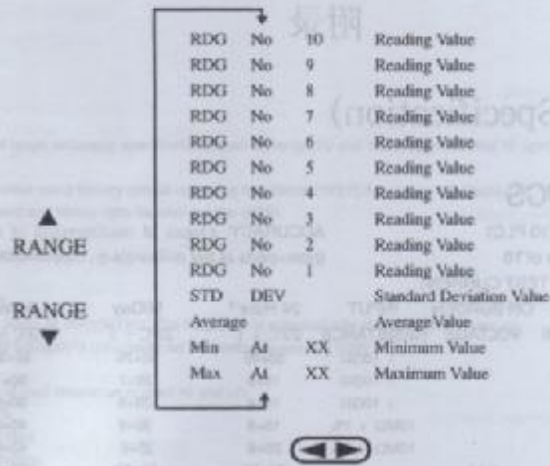

图 3-2 暂存器资料的配置情况
2. 如图 3-2 所示, 使用方向键于信息编号、读数和统计信息间移动, 当移到暂存器中的任何一笔统计信息时(极大、极小、平均值和标准差), STAT 的指示灯会在显示幕上亮起(STAT 表示储存统计信息)。